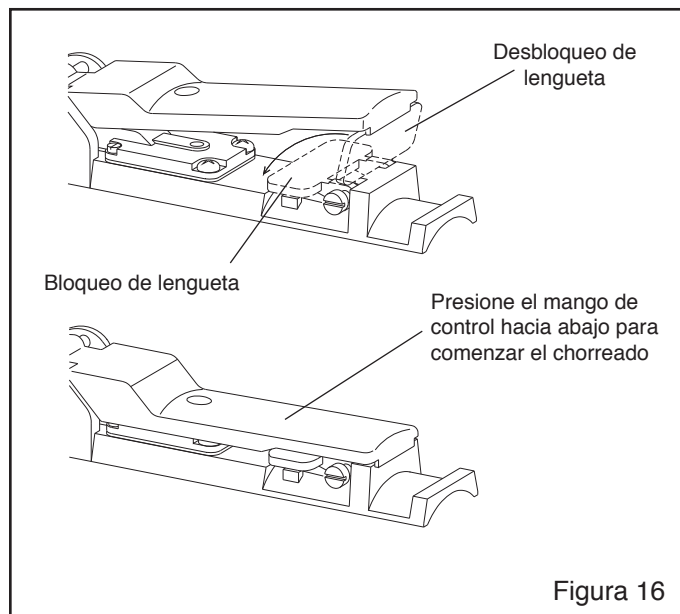

Figura 16
4.3.4 Doble la lengüeta de seguridad y presione el mango de control como se muestra en la Figura 16. En pocos segundos, la válvula de presurización se cerrará automáticamente y la máquina de presurizará para iniciar el chorreado.